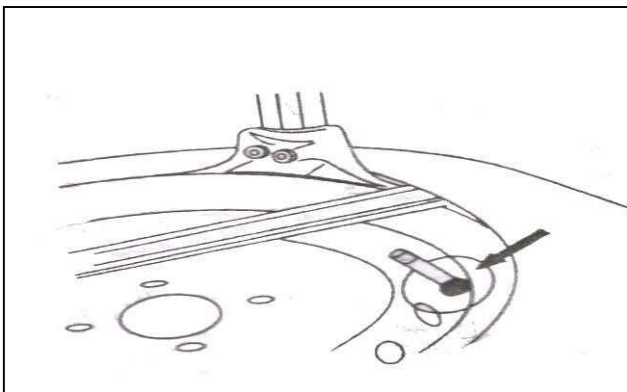

Рис. 20
4.1.4 Используйте монтажный лом для разъединения, пока край не будет находиться возле выступа инструмента для демонтажа (Рис. 20). Нажмите на педаль вращения поворотного стола (Рис. 2-8), вращайте поворотный стол по часовой стрелке, пока весь край полностью не отсоединится. При работе с камерной шиной, во избежание повреждения камеры, при демонтаже держите сопло шины на 10 см от правой стороны инструмента для демонтажа.